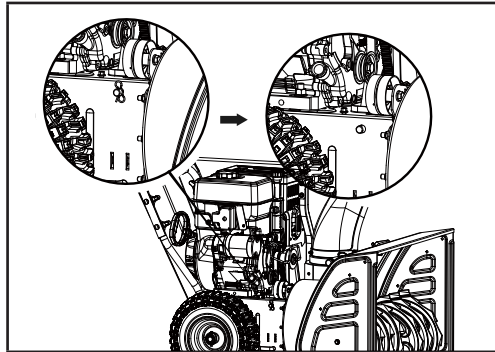
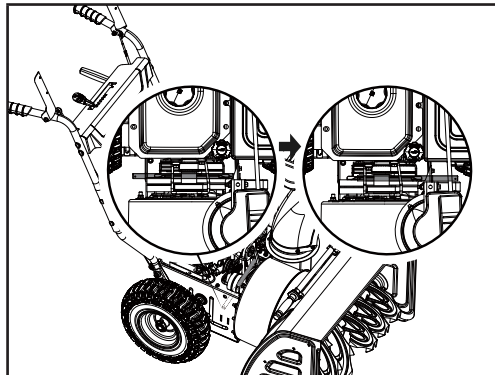

Figure 22A
Figure 22B
2. Retirez la pince et la rondelle (figure 22A), tirez la tige de soutien de moitié de l'autre côté de la souffleuse (figure 22B).